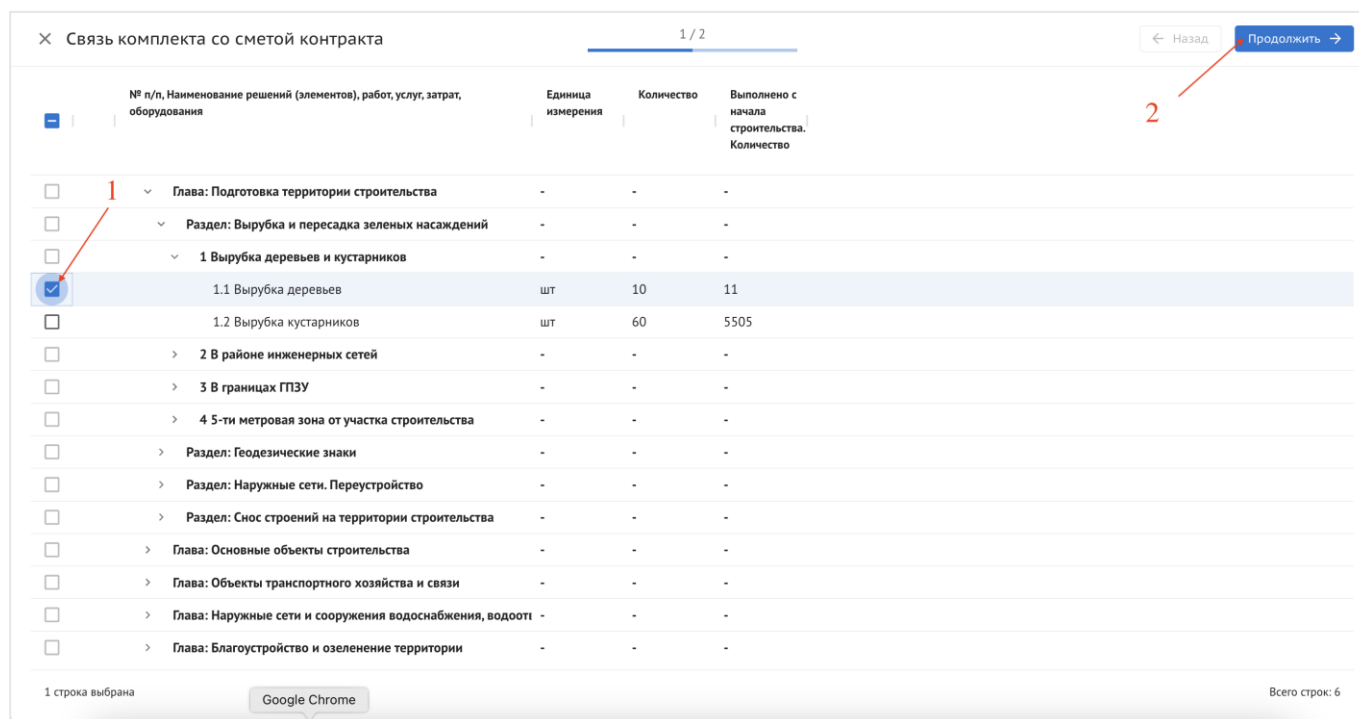

Рис. 93 – Выбор позиции из сметы контракта
2. В появившемся окне необходимо выбрать позицию из сметы (1), после чего нажать «Продолжить» (2) (рис. 93);